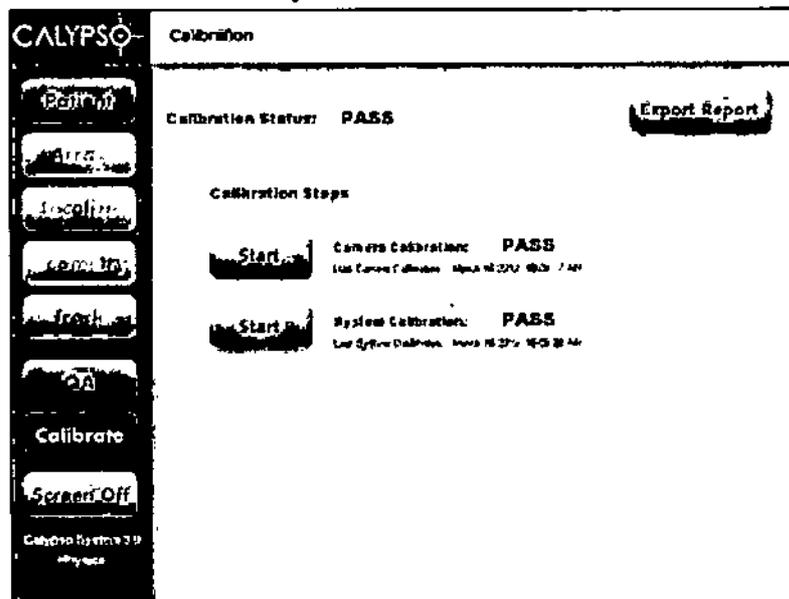

Figura 52 Pantalla Calibration (Calibración) de la consola
3. En la pantalla principal de la consola, pulse Calibrate (Calibrar). Aparecerá la pantalla Calibration (Calibración) (Figura 52).